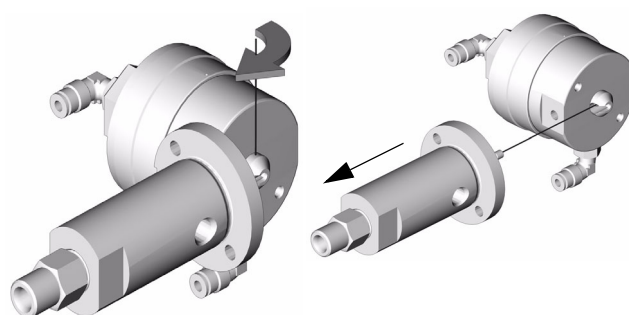

FIG. 3
5. Separe las secciones de aire y de fluido. Vea FIG. 3.
2. Introduzca los espaciadores (23) y los tornillos (24) y apriételos. Vea FIG. 3.
3. Enrosque la tapa de la válvula (10) en el alojamiento (7) hasta que sienta resistencia adicional y la tapa esté apretada.
4. Desenrosque la tapa de la válvula (10) una vuelta completa para obtener el ajuste de fábrica de la aguja, o desenrosque la tapa para ajustarla antes de hacer reparaciones.